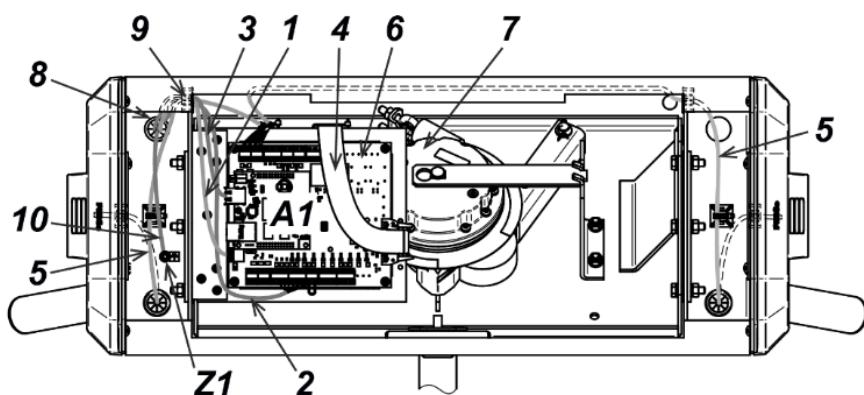

Рисунок 14. Схема прокладки кабелей в стойке ЭП
6. Подготовьте в полу отверстия под гильзы анкеров для крепления стойки ЭП. Установку и крепление стойки производите после прокладки всех кабелей в кабельном канале и внутри стойки. Схема прокладки кабелей в стойке и места расположения отверстий, в которые следует установить изоляционные втулки из комплекта поставки, показаны на рис. 14.
8. Аккуратно снимите крышку стойки ЭП (3), открыв ключом замок (4) (см. разд. 6).
10. Протяните кабели внутри стойки. Рекомендуемое расположение кабелей при прокладке внутри стойки показано на рис. 14.
16. Выполните заземление стойки ЭП в соответствии с требованиями ПУЭ («Правила устройства электроустановок»). Контакт заземления **Z** находится под крышкой стойки (3), слева от плат контроллера (см. рис. 14).
17. Проверьте правильность и надежность всех электрических подключений. При помощи площадок самоклеящихся и стяжек неоткрывающихся из комплекта поставки закрепите все кабели. После подключения всех кабелей и закрепления стойки на полу установите на место крышку (3) (см. разд. 6). Закройте заглушками Ø30 мм из комплекта поставки четыре отверстия для анкерных болтов в основании (2) и вспомогательное отверстие для подводки кабелей в нижней части каркаса (1) (если оно не используется).
18. Для установки в рабочее положение преграждающих планок снимите с поворотного механизма крышку (6), отвернув винт M4×25. Отверните болт M8×30, установленный на преграждающей планке (5). Установите преграждающую планку в соответствующее посадочное место и зафиксируйте болтом. Под головку болта установите пружинную шайбу. Затяжка болтов должна обеспечивать надежную фиксацию преграждающей планки (без люфта). Повторите операции при установке остальных преграждающих планок. Установите на место крышку (6) согласно рекомендациям разд.6.